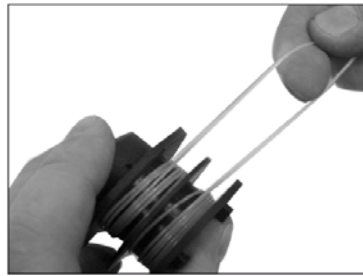

Fig. 10b
4. Linda på den dubbelvikta klipptråden på spolen, i jämna varv, lager på lager, enligt fig. 10b. Korsa inte klipptråden, eftersom den då inte kan matas ut.